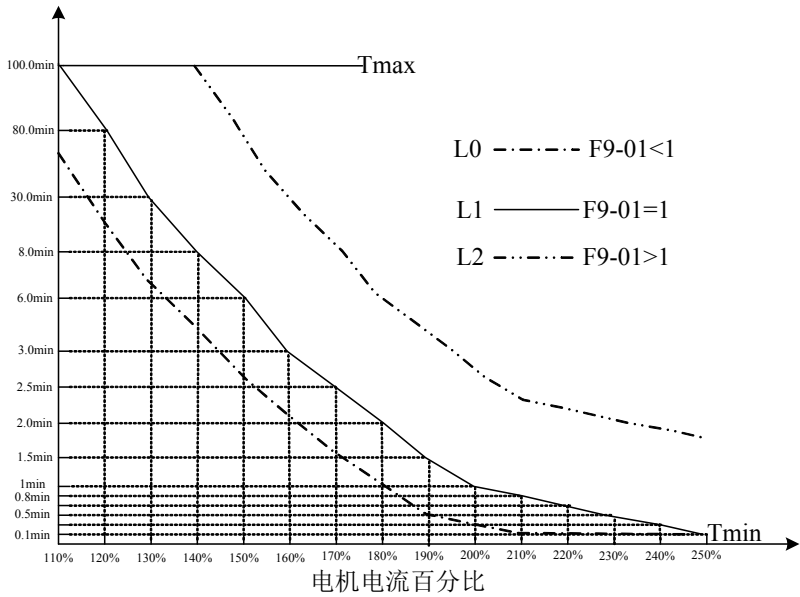

图5-20. 电机过载保护曲线
- 1：有电机过载保护功能，保护时间与电机电流的关系参照图5-20
为实现对不同电机的过载进行有效保护，需要适当设置F9-01，使用方法参照电机过载保护的反时限曲线图5-20。图中L1为F9-01=1时电机保护时间与电机电流之间的关系，当用户需要更改电机某一电流的保护时间时，只需要更改F9-01即可。时间关系为：
例：用户需要将150%额定电流的保护时间修改为3分钟时，首先在图5-20中查找到150%电机电流的保护时间为6.0分钟，则F9-01=所需保护时间T/T(L1)=3分钟/6分钟=0.5。
例：用户需要在90%额定电流时保护时间设置为30.0min，首先在图5-20中找到L1上30.0min对应的电流为130%，F9-35=（130%/90%）×100%=144%。注意：最小电流保护值为55%。